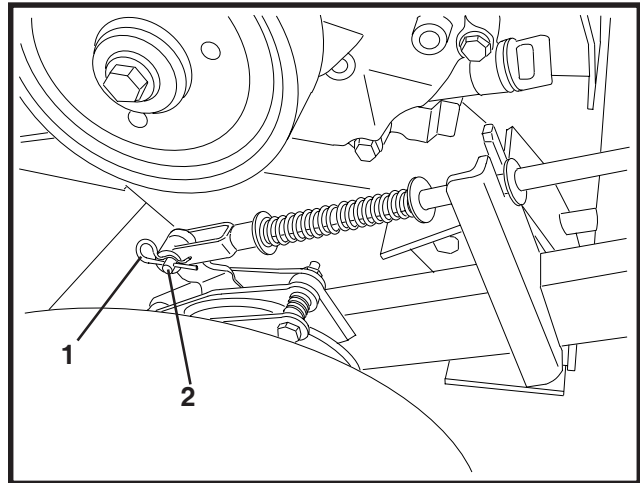

ABBILDUNG 4
8. Das Traglager mit Clevis-Stift und Splint am oberen Montageloch der Bremse befestigen. Sicherstellen, dass sich die Stange in der Halterung befindet, wie auf Abbildung 4 dargestellt.